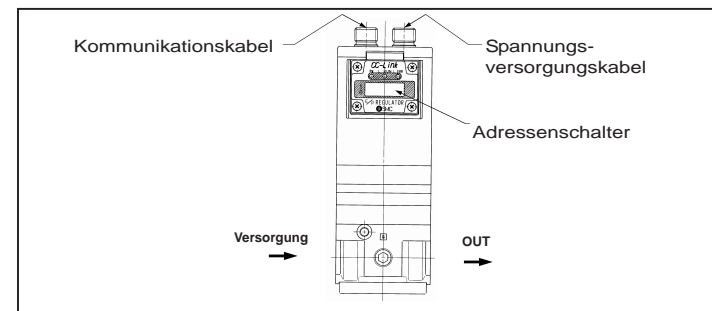

Abb. 6
1. Zum Eingeben einer Adresse müssen vier Schrauben an der Vorderseite der Einheit (Abb. 6) gelöst werden. Die Frontplatte kann nicht weiter als 90 Grad geschwenkt werden.